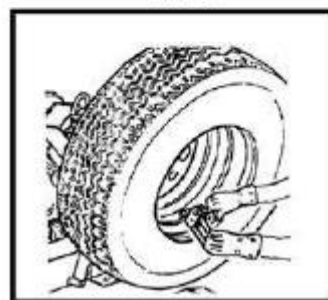

Рис. 15
- Установите тиски-зажим на внутренней стороне обода и вращайте колесо до тех пор, пока зажим не окажется в крайней верхней точке (рис. 15)